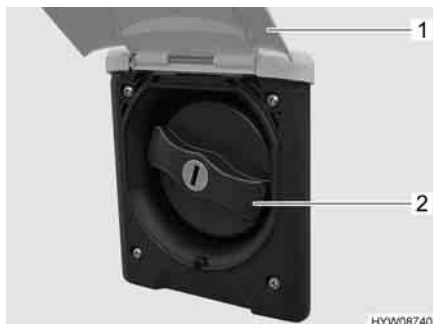

Fig. 114 Coperchio per bocchettone di riempimento dell'acqua potabile
- Sollevare lo sportello esterno (Fig. 114,1).
- Ruotare il coperchio blu (Fig. 114,2) di un quarto di giro.